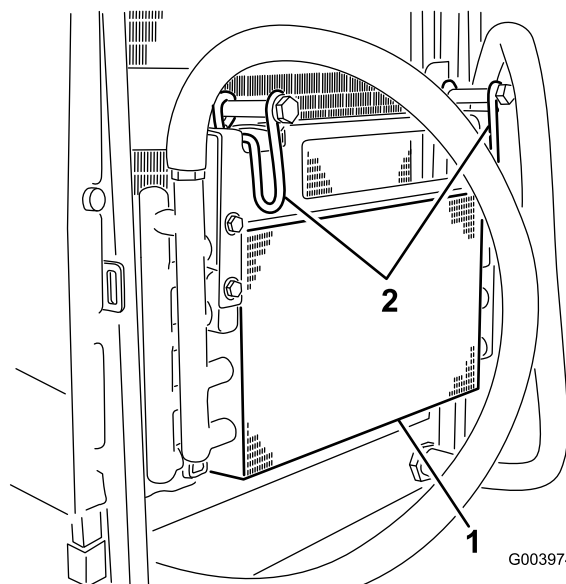

図 72
5. オイル・クーラのラッチを内側に倒してオイル・クーラを外す（図 72）